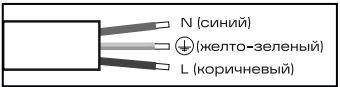

Рис. 6
- 5.15 Выполните электрическое подключение осветительного прибора согласно рис. 6 или 7 (для версии с DALI 2.0).